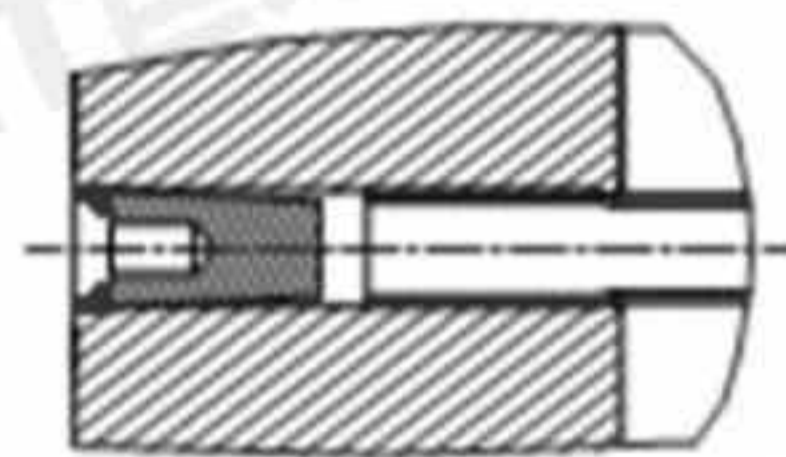

图 6-2
② 如果换热管管口管壁已经损坏，则必须将管壁全部铰去，用堵头将管口堵住。去除管壁时，先用钻头钻孔，将管壁大部分去掉（深度尺寸至少不小于堵头尺寸）再用铰刀铰去剩余的管壁，按图6-2焊接即可。